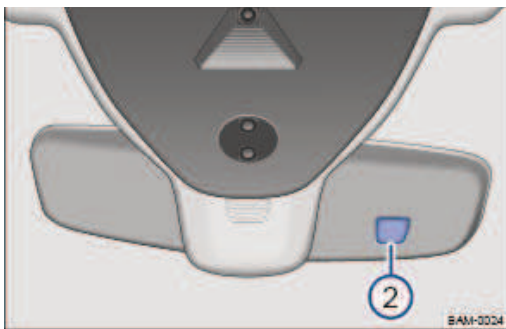

Fig. 98 Sur le pare-brise : rétroviseur intérieur photosensible
Lorsque l'allumage est mis, les capteurs mesurent l'incidence de la lumière par l'arrière → Fig. 98 ① et par devant ②.